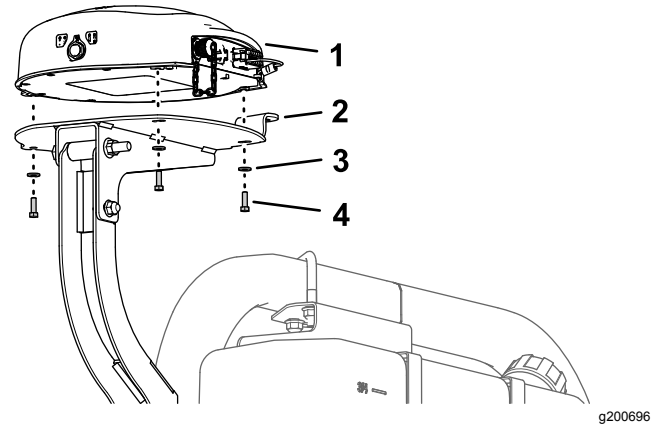

Bild 155
1. Fluchten Sie die drei Gewinde im Unterteil des Navigationsempfängers mit den drei Löchern in der Empfängerbefestigung aus (Bild 155).
2. Befestigen Sie den Empfänger mit den drei Sechskantschrauben (5 mm x 16 mm) und drei Scheiben (5 mm) an der Befestigung (Bild 155).